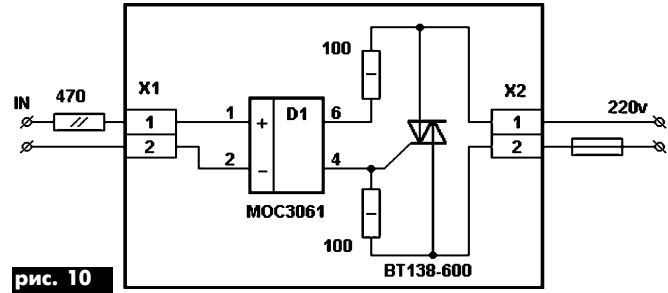

рис. 10
**“Полупроводниковый ключ переменного тока”** (<http://evm.wallst.ru/main/ds/index.htm>) предназначен для коммутации переменного тока и управления нагрузкой от низковольтной цепи. Устройство (рис. 10) имеет на входе оптодрайвер с детектором нуля фазы, что обеспечивает гальваническую развязку. Для увеличения коммутируемого тока симистор устанавливают на радиатор.